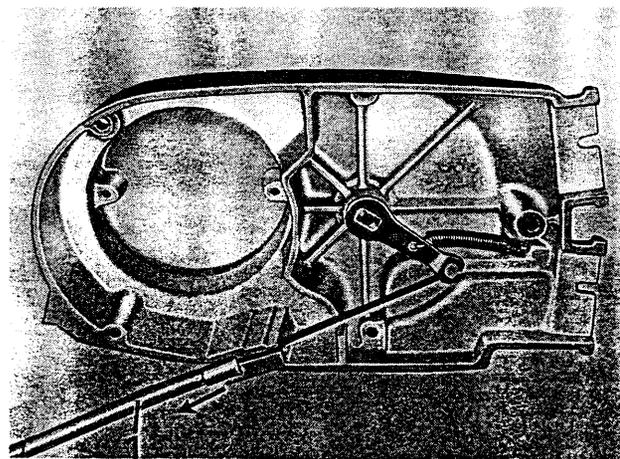

Fig. 136. Décrocher le câble Bowden d'embrayage (1)
- (1) Dévisser l'écrou-chapeau du cylindre avec la clé à crochet,
- (2) Détacher l'attache d'échappement en avant au moteur (ouverture de clé SW 17),
- (3) Détacher la tige de retenue de l'amortisseur de bruits en arrière (SW 13)
- (4) Enlever le couvercle de génératrice (tête à six pans creuse SW 5) et décrocher le câble Bowden d'embrayage (1 à la fig. 136). A cet effet, retirer le guide de câble Bowden du couvercle dans le sens de flèche, pivoter le câble Bowden tout en le soulevant du levier.